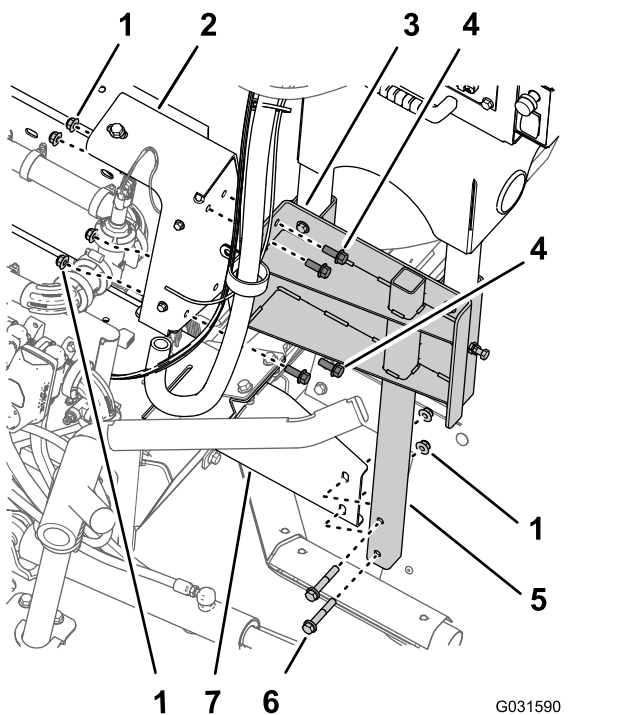

Рисунок 182
2. Совместите отверстия в опорном швеллере поворотного шлангового барабана с отверстиями в креплении коллектора для клапанов опрыскивателя (Рисунок 182).
3. Совместите отверстия в нижней трубчатой раме для поворотного шлангового барабана с отверстиями в монтажном кронштейне в правом швеллере рамы машины (Рисунок 182).
4. Установите опорный швеллер на крепление коллектора (Рисунок 182) при помощи 4 болтов с фланцевыми головками (3/8 x 1 дюйм) и фланцевых контргаек (3/8 дюйма), снятых при выполнении пункта 3 раздела Демонтаж поворотного шлангового барабана с крепления коллектора \(страница 17\).
5. Установите нижнюю трубчатую раму на монтажный кронштейн (Рисунок 182) при помощи 2 болтов с фланцевыми головками (3/8 x 2 1/4 дюйма) и 2 фланцевых контргаек (3/8 дюйма), снятых при выполнении пункта 2 в разделе Демонтаж поворотного шлангового барабана с крепления коллектора \(страница 17\).